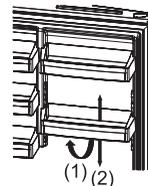

Fig. 1
sollevare il lato anteriore del balconcino (1) e spostarlo in alto o in basso (2) tenendolo con entrambe le mani (Fig 1)